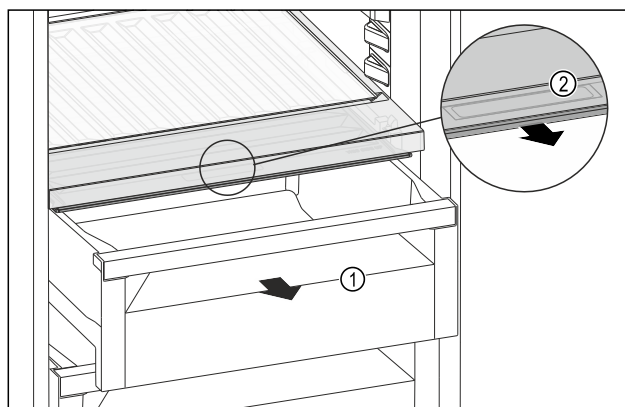

Fig. 189
- Estrarre il cassetto Fig. 189 (1).
- Afferrare la maniglia incassata Fig. 189 (2) sul coperchio dello scomparto e tirare allo stesso tempo in avanti il coperchio dello scomparto.